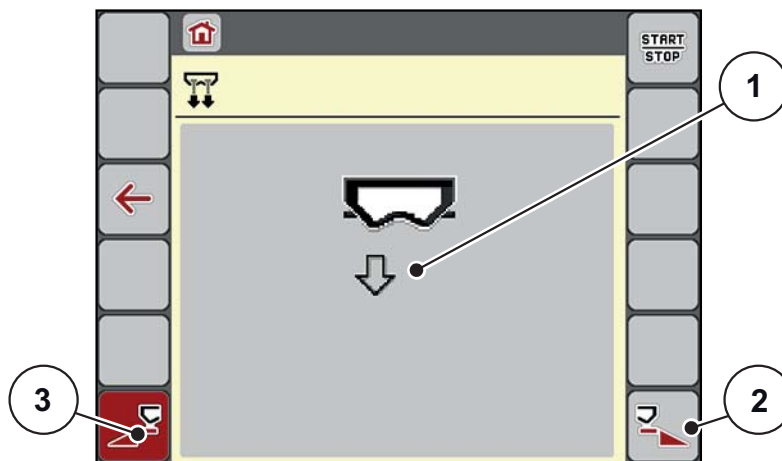

Bild 4.10: Menü Schnellentleerung
- ▷ Das Display zeigt die gewählte Teilbreite als Symbol (Bild 4.10, Position [2]).